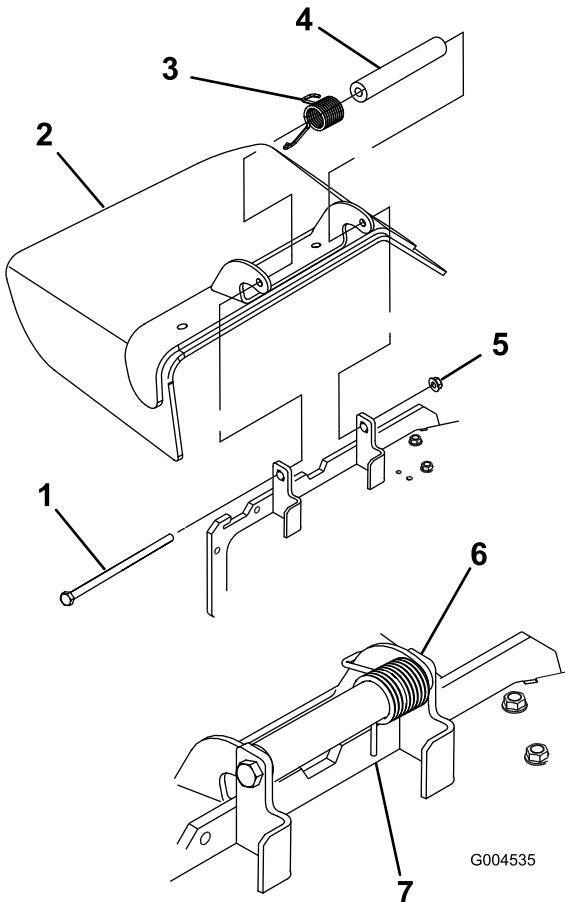

Figure 59
1. Retirez le contre-écrou, le boulon, le ressort et l'entretoise qui fixent le déflecteur aux supports de pivot (Figure 59). Enlevez le déflecteur s'il est endommagé ou usé.
3. Remettez le boulon et l'écrou. Accrochez l'extrémité du ressort au déflecteur d'herbe (Figure 59).
Remarque: L'extrémité du ressort doit être placée derrière le bord du plateau avant de mettre le boulon en place, comme indiqué à la Figure 59.